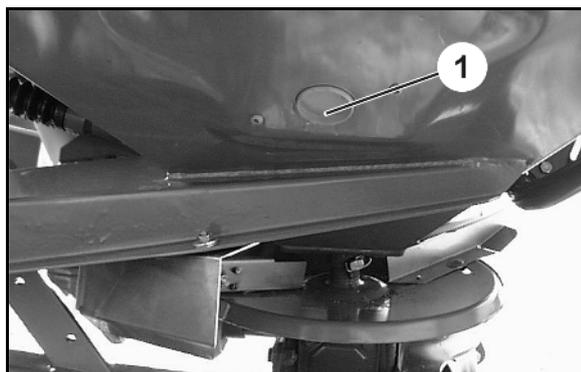

Fig. 43
2. Installez la glissière de décharge (Fig. 43/1) à l'aide des vis de fixation (Fig. 43/2).